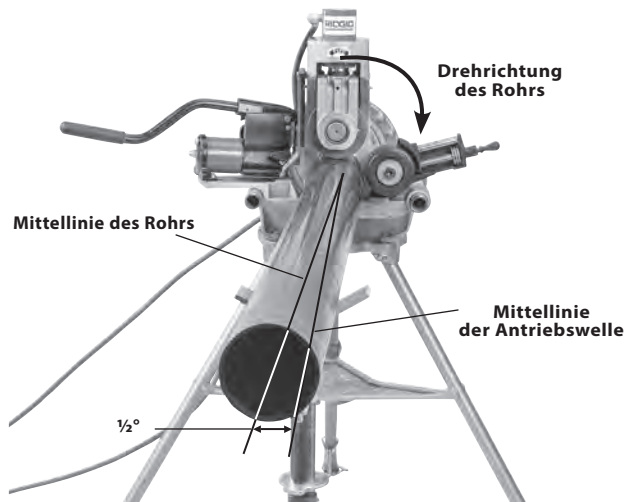

Abbildung 14 - Versetzen des Rohrs um 1/2° in Richtung Bediener, (übertrieben)
- Schalten Sie den REV/O-OFF/FOR-Schalter (Rückwärts/Aus/Vorwärts) des elektrischen Antriebs/der Gewindeschneidmaschine in die REV-Position (Rückwärtsdrehung). Betätigen Sie den Fußschalter und geben Sie ihn wieder frei. Die Antriebsrolle muss sich im Uhrzeigersinn drehen (siehe Abbildung 14), entsprechend dem Aufkleber für die Rohrdrehung auf dem Rollnutgerät. Wenn sich das Rollnutgerät nicht in die richtige Richtung dreht oder der Betrieb der Maschine nicht mit dem Fußschalter bedient werden kann, verwenden Sie die Maschine erst, wenn sie repariert wurde.
- Bevorzugter Betrieb - Schalter in REV-Position (Rückwärtsdrehung):** Versetzen Sie Rohr und Rohrstander etwa ½ Grad (etwa 1 Zoll auf 10 Fuß vom Rollnutgerät) zum Bediener hin. Die korrekte Ausrichtung des Rohrs und des Rollnutgeräts hilft, die richtige Nachführung des Rohrs während des Nutens sicherzustellen (*Siehe Abbildung 14*). Dies ist der richtige Versatz für das Nuten mit der Maschine in der Schalterstellung REV (Rückwärtsdrehung) und funktioniert mit dem Stabilisator.
- Erhöhen Sie etwas den Versatz des Rohrs (Erhöhung von $\frac{1}{2}$ Grad auf 1 Grad) Siehe *Abbildung 14*.